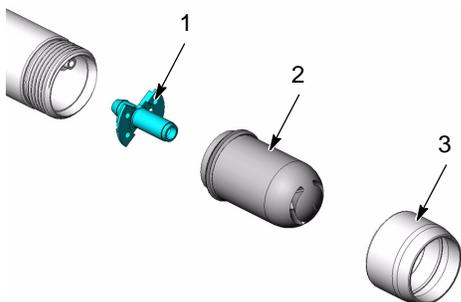

Figura 1 Remoção do bico e do anel de fixação
2. Consulte a figura 1. Desenrosque, da pistola para pintura, a porca de fixação (3) e o conjunto bico (2).
3. Retire o adaptador para tubo (1) do tubo de pó.
9. Consulte a figura 1. Monte o adaptador para tubo (1) no tubo de pó.